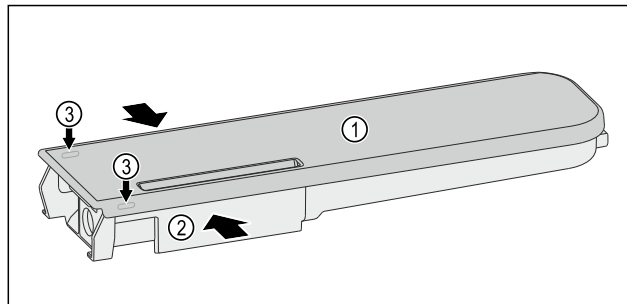

Fig. 173
- Stisnite spremnik za vodu Fig. 173 (2), pažljivo podignite poklopac Fig. 173 (1) preko zasuna Fig. 173 (3) i ga povucite prema gore.
- Poklopac Fig. 173 (1) lagano pomičite amo-tamo i izvadite ga prema gore.